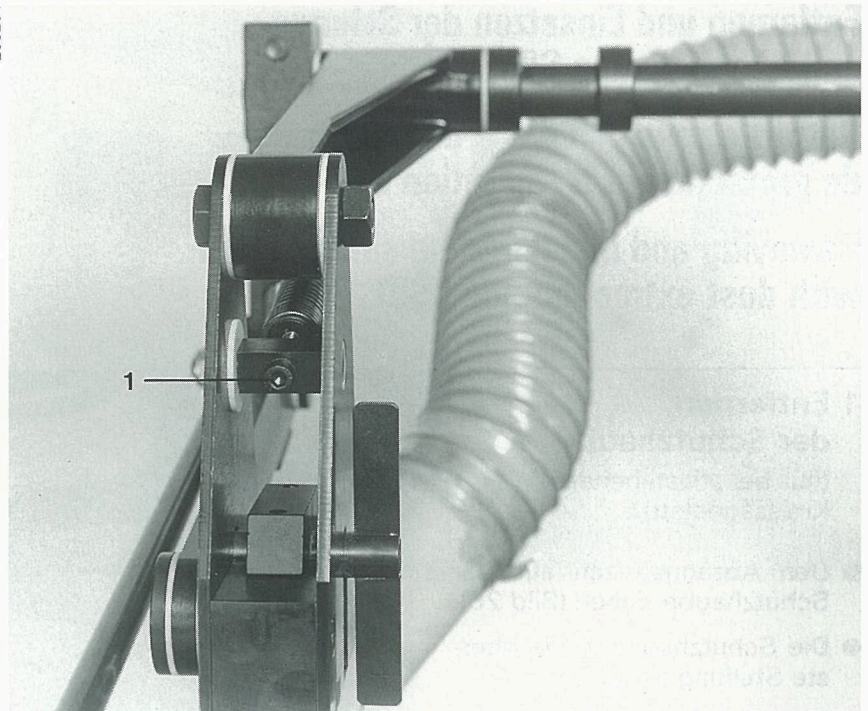

Bild 18 / Figure 18
Die Zugfeder mittels der Zylinderschraube mit Innensechskant im Klemmenhalter (Bild 18, Pos. 1) mit einem Sechskantschlüssel SW=5 einstellen.
- Si nécessaire, la force d'appui de la cape de protection sur la pièce à travailler peut être réglée. Modifier la tension du ressort en agissant sur la vis à tête cylindrique à six pans intérieurs (figure 18, pos. 1) au moyen d'une clé mâle à six pans SW5.
- The vertical force applied to the workpiece by the weight of the safety guard can be adjusted. Set tension spring accordingly with hexagon socket cap screw in guard clamping device (Fig. 18, item 1) using 5 mm Allen key.